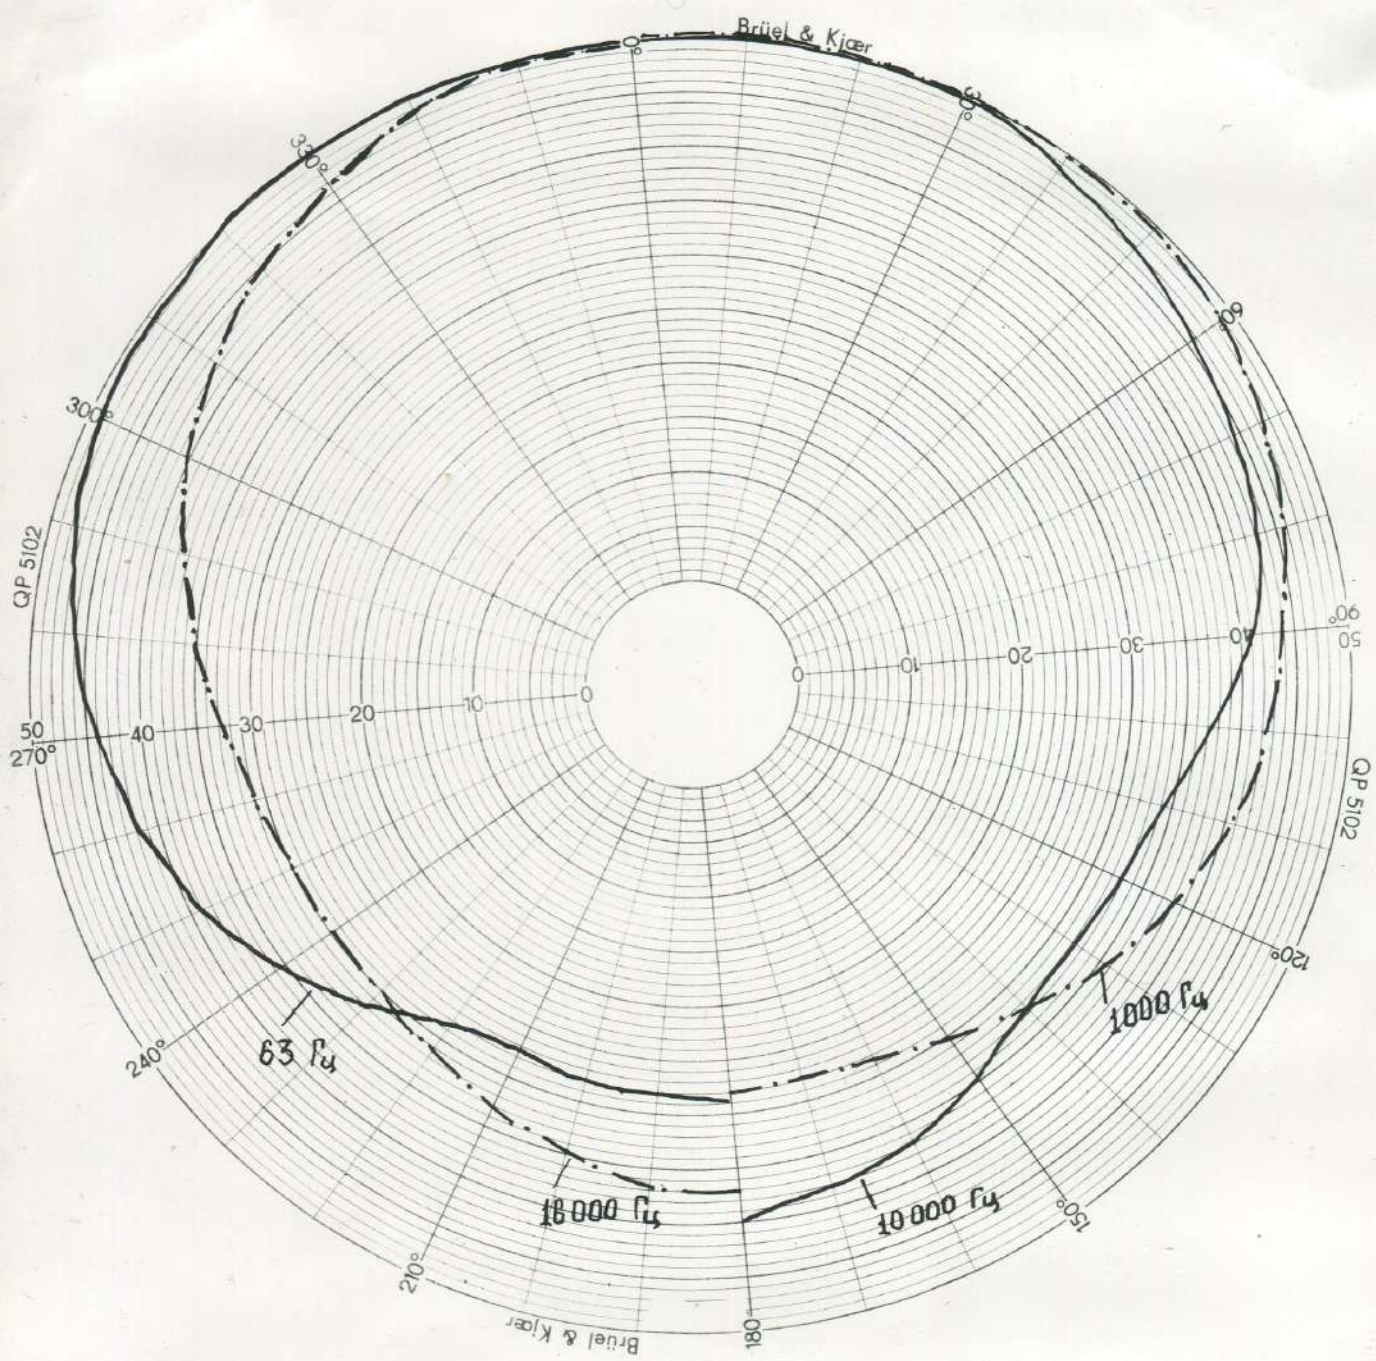

Рис. 2
- Рис.2. Характеристика направленности.